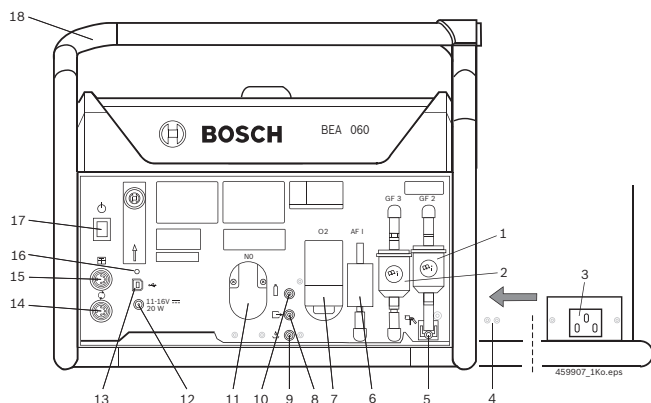

Fig. 1: BEA 060
- i** BEA 060 kan også forsynes med spænding via køretøjsbatteriet med tilslutningskablet til cigaret-tænder (ekstraudstyr) (mht. tilslutning, se fig. 1, pos. 12).
1. Tilkobl strømkablet ved BEA 060 og fastgør strømkablet med kabelbindere til trækaflastning ved boringerne (fig. 1, pos. 4).
- LED (fig. 1, pos. 16) blinker skiftevis orange og grønt.
→ LED (fig. 1, pos. 16) slukker, BEA 060 er slukket.